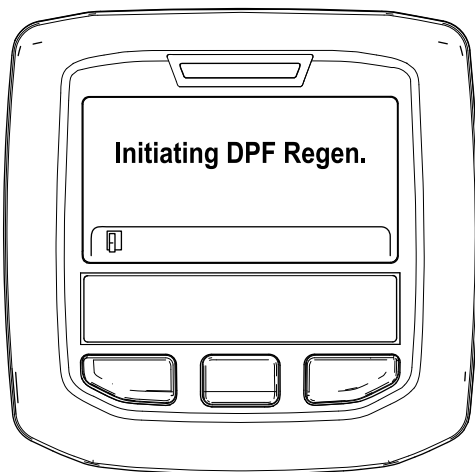

Figura 47
- A. Se muestra el mensaje “Initiating DPF Regen.” (Iniciando regeneración de DPF) (Figura 47).